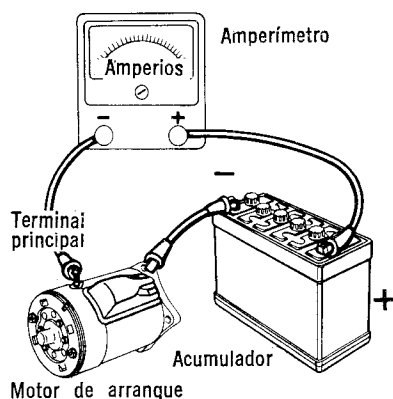

Fig. 5 — Prueba de consumo de corriente del motor de arranque sin carga aplicada. Típico.
1. Conecte el cable positivo del amperímetro al borne positivo del acumulador y el cable negativo al terminal del motor de arranque (Fig. 5).